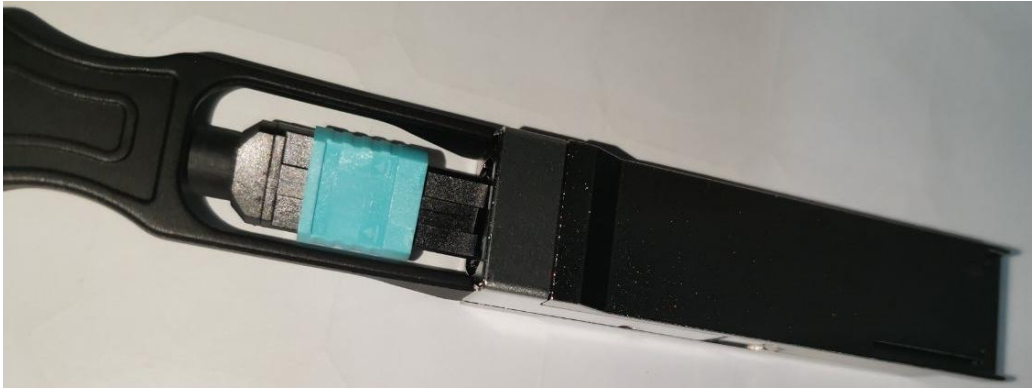

图 3-3 光纤与 QSFP+ 光模块连接
- 1) 将光纤线的 QSFP+端插入标配的 QSFP+ 光模块，如图 3-3 所示，接口有防呆设计，注意插入的方向，插入后听到“咔”的一声，表示接头完全插入；